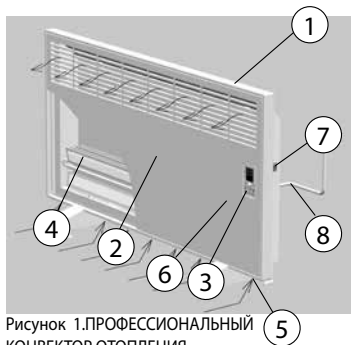

Рисунок 1. ПРОФЕССИОНАЛЬНЫЙ КОНВЕКТОР ОТОПЛЕНИЯ
включает срок (48) часов. Нет ввода новой программы выше 8 часа, выше показатель 48 стирается. Пример: идёте на работу и до возвращения с работы хотите, чтобы прибор заработал. В этой ситуации вставьте вилку в розетку и кнопка Вкл / Выкл (Смотрите рисунок1) в позиции “I”, однако кнопка Вкл/Выкл должна быть в позиции Выкл. Перед нажатием на кнопку Вкл/Выкл, нужно нажать на кнопку Вкл. Регулирование времени. (⌚) Автоматическое включение прибора можно запрограммировать, нажатием на кнопку до нужного цифрового числа на панели. Регулирование закончилось, на панели будет виден предупредительный свет, свет будет гореть до начала работы конвектора. Прибор, по истёку регулируемого времени, начнёт работать и обогреть помещение.